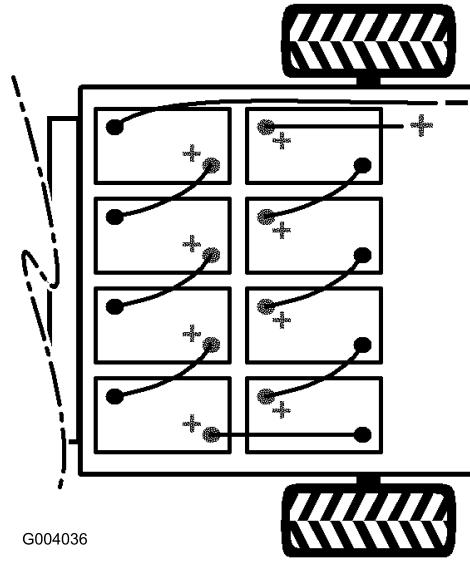

図 28
2. バッテリーと車体を接続している長いマイナス・ケーブル（黒）をバッテリー端子から外す（図 28）。
3. バッテリーと車体を接続している長いプラス・ケーブル（赤）をバッテリー端子から外す（図 28）。
- 注** バッテリーを新しく積み込む場合には、極性に十分注意してください（図 28）。
9. 図 28 に示すように、先ほど外したバッテリー・ケーブルで、バッテリーを相互に接続する。
10. プラスのメイン・ケーブル（赤）でバッテリーを車両に接続する（図 28）。
11. マイナスのメイン・ケーブル（黒）でバッテリーを車両に接続する（図 28）。